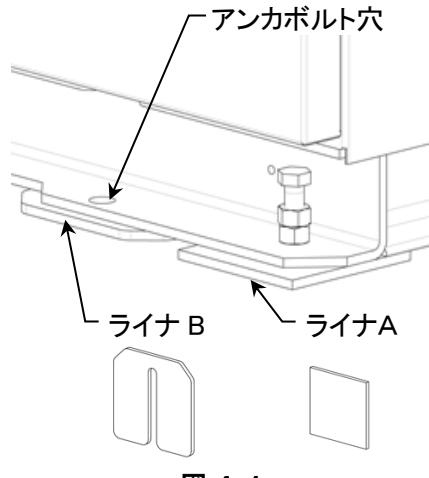

図 4-4
1) 機械据付ベッドチャンネルに溶接された前後6箇所のボルト(M12)の下、及びアンカ穴の下に鉄板製ライナ A, B を敷き機械をその上に据付けます。(図 4-4)